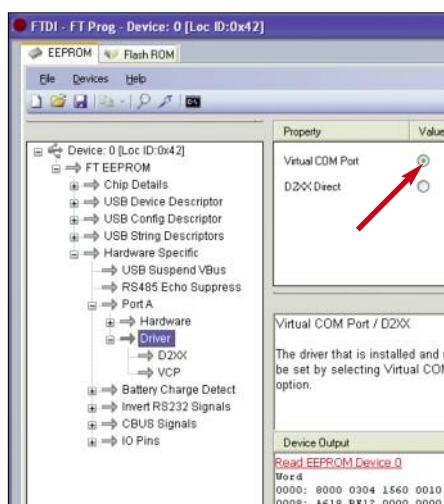

Bild 15: Der VCP Driver ist normalerweise richtig ausgewählt.
**Nur wenn später etwas nicht funktioniert**, überprüfen Sie sicherheitshalber, ob – unter *Hardware Specific* → *Port A* → *Driver* der Punkt bei *VCP Driver* sitzt (**Bild 15**)